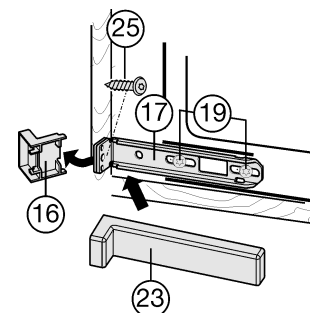

Fig. 29
- ▶ Afloje un poco los tornillos Fig. 29 (19).
- ▶ Atornille la escuadra de fijación Fig. 29 (17) inferior con el tornillo para tablero de partículas Fig. 29 (25) $\varnothing 4 \times 19$ en la pared del mueble.
- ▶ Rompa el extremo que sobresale de la cubierta Fig. 29 (16).
- ▶ Apriete los tornillos Fig. 29 (19).
- ▶ Coloque la cubierta Fig. 29 (23) sobre la escuadra de fijación Fig. 29 (17) inferior.